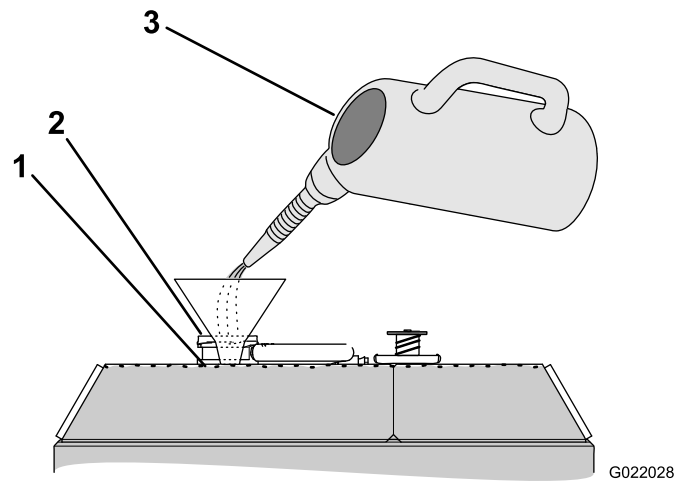

Figura 143
3. Llene el radiador de refrigerante hasta que el nivel de fluido llegue a la parte inferior del cuello de llenado (Figura 143).